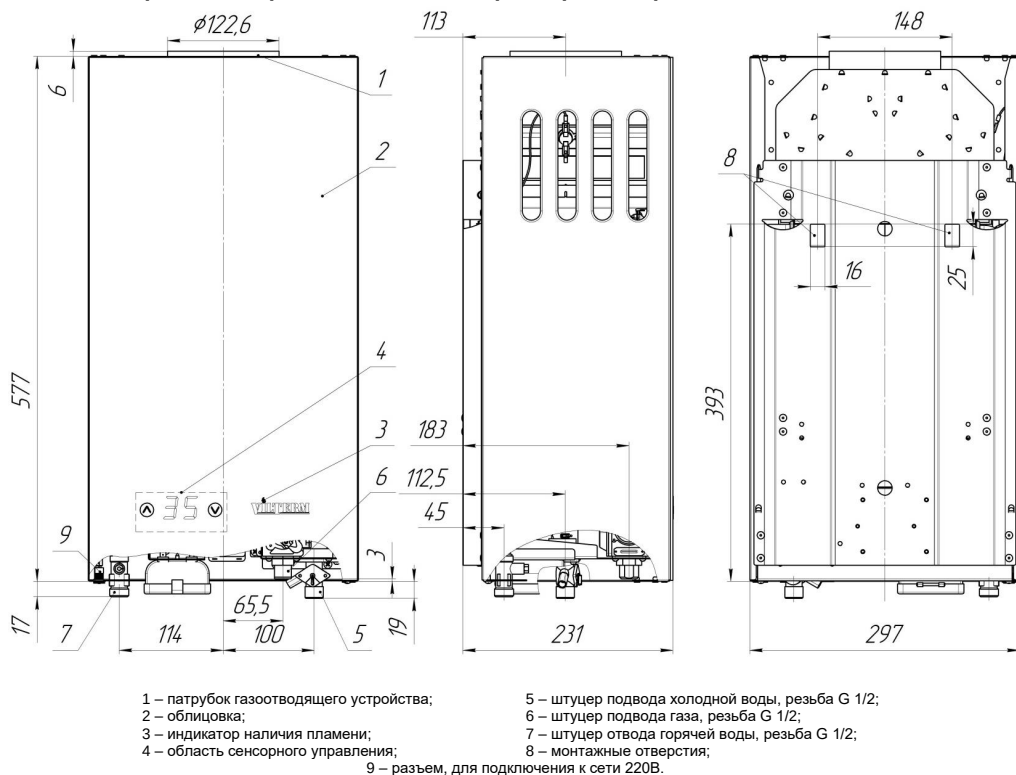

Рисунок 1. Габаритные и присоединительные размеры аппаратов
Для подключения необходимо использовать специальный адаптер AC/DC, который устанавливается в разъем (поз.9 рис.1), расположенный в нижней части облицовки, со стороны трубы горячей воды.
3.2.2. Аппарат навешивается монтажными отверстиями (на задней стенке) на 2 крючка, установленные в стене (крючки и дюбели входят в комплект поставки). Расположение и размеры монтажных отверстий, а также габаритные и присоединительные размеры для подсоединения трубопроводов воды, газа, отвода продуктов сгорания приведены на рис. 1 и рис. 9.
3.4.5. Подключение холодной воды производить к штуцеру подвода холодной воды 5, а горячей воды - к штуцеру отвода горячей воды 7 (см. рис. 1), предварительно сняв со штуцеров защитные заглушки.
3.5.1. Для обеспечения устойчивой работы аппарата необходимо производить подводку газовой линии металлическими трубами или гибким шлангом с внутренним диаметром не менее 13 мм. Гибкий шланг для подвода газа, в соответствии с требованиями СП 62.13330.2011, должен быть стойким к подводимому газу при заданных давлении и температуре. Длина гибкого шланга должна быть не более 2,5 м. Трубы или гибкий шланг подключать к штуцеру 6 (см. рис. 1) предварительно сняв с него защитную заглушку.